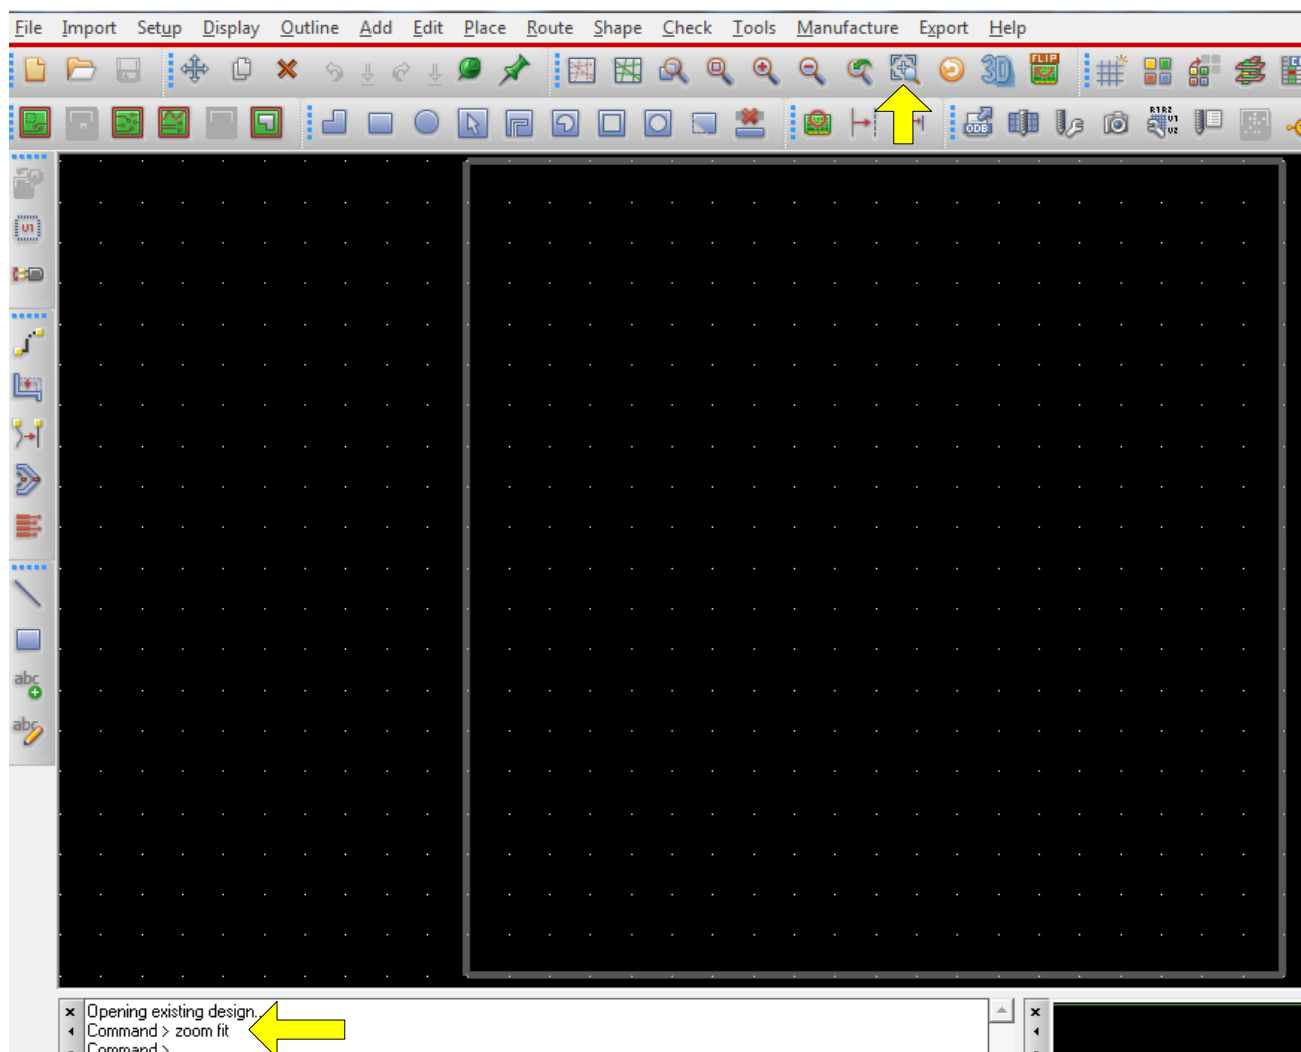

Рис. 21.15. Масштабирование контура платы
7. Выберите Zoom Fit из меню View, чтобы отобразить целиком контур вашей платы в окне дизайна, как показано на рис. 21.15